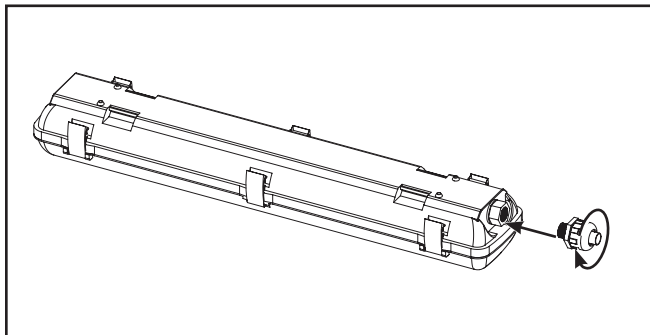

Figura 1.
2. Enrosque el accesorio de conducto hermético de 1/2" (suministrado por el cliente) en el cubo universal en el extremo de la luminaria. (Figura 1)